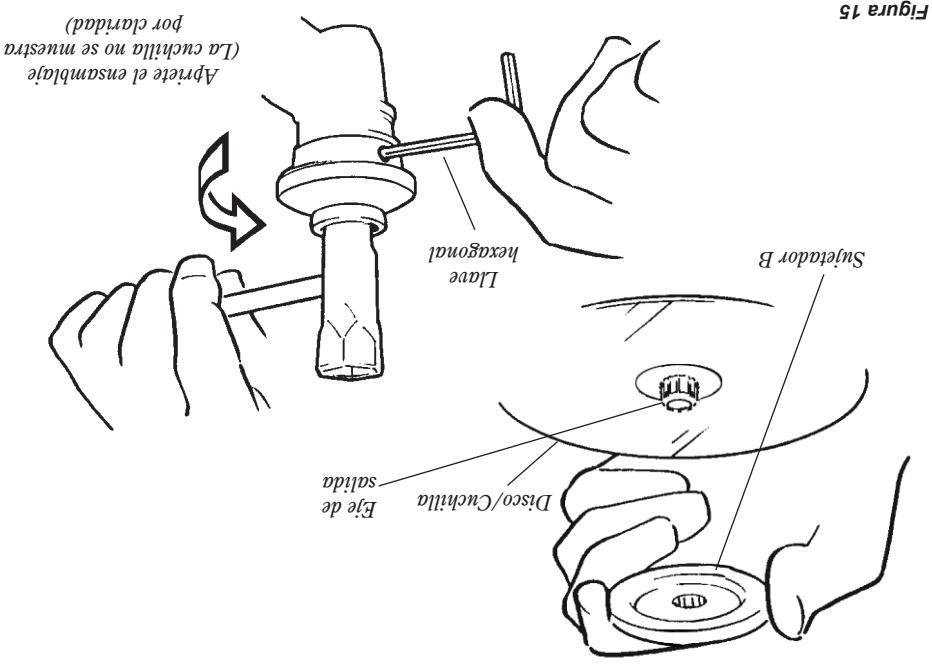

Figura 15
- Instale el sujetador B en el eje de salida. Consulte la Figura 15. El reborde en el sujetador B debe robarse el reten de ambos sujetadores debajo del disco. Completeamente el reten de seguridad, y debe completamente el soporte debajo cubrir completamente el perno de retención de la cuchilla.
- Completeamente el reten de seguridad, y debe robarse el reten de la cuchilla sobre la superficie del disco. Consulte la Figura 15.
- Instale el sujetador B en el eje de salida. Consulte la Figura 15. El reborde en el sujetador B debe robarse el reten de ambos sujetadores debajo del disco.